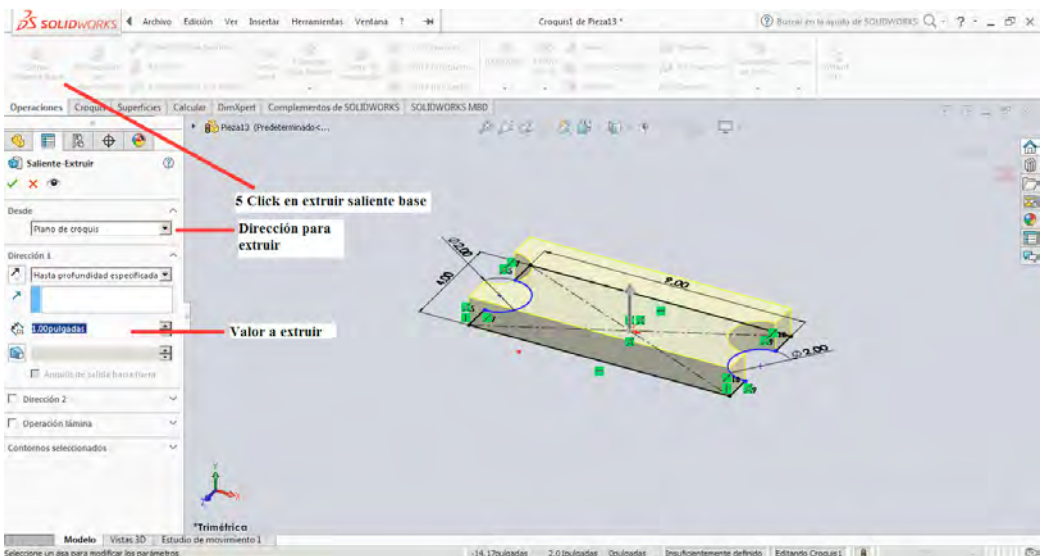

Figura 2-42
5. Con el croquis terminado se procede a realizar click sobre la pestaña de operaciones ya a seleccionar la herramienta **Extruir Saliente Base** con el fin de obtener un sólido 3D, en la figura 2-42 se muestra el resultado obtenido al realizar la operación.